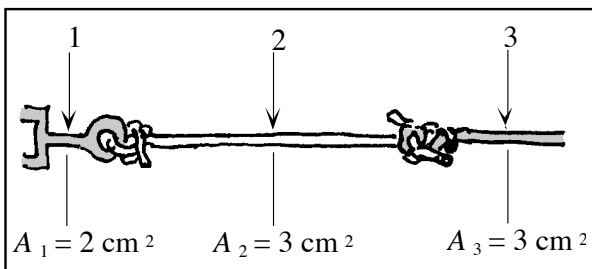

Fig. 9.5. Per l'esercizio 1
1. Un'auto viene trainata. La fig. 9.5 mostra un dettaglio: il gancio dell'auto trainata e un pezzo di cavo metallico al quale è annodata una corda di materiale sintetico. Nell'auto fluisce una corrente di quantità di moto di 420 N. Calcola la tensione nei punti 1, 2 e 3. Attento al segno: è compressione o trazione?